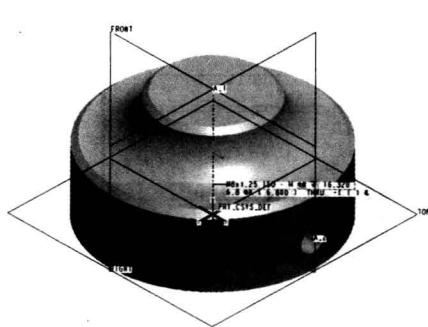

图 1.18 “等轴测”示意
- ① 等轴测：即以等轴测图作为默认(缺省)的视图方向，如图1.18所示。